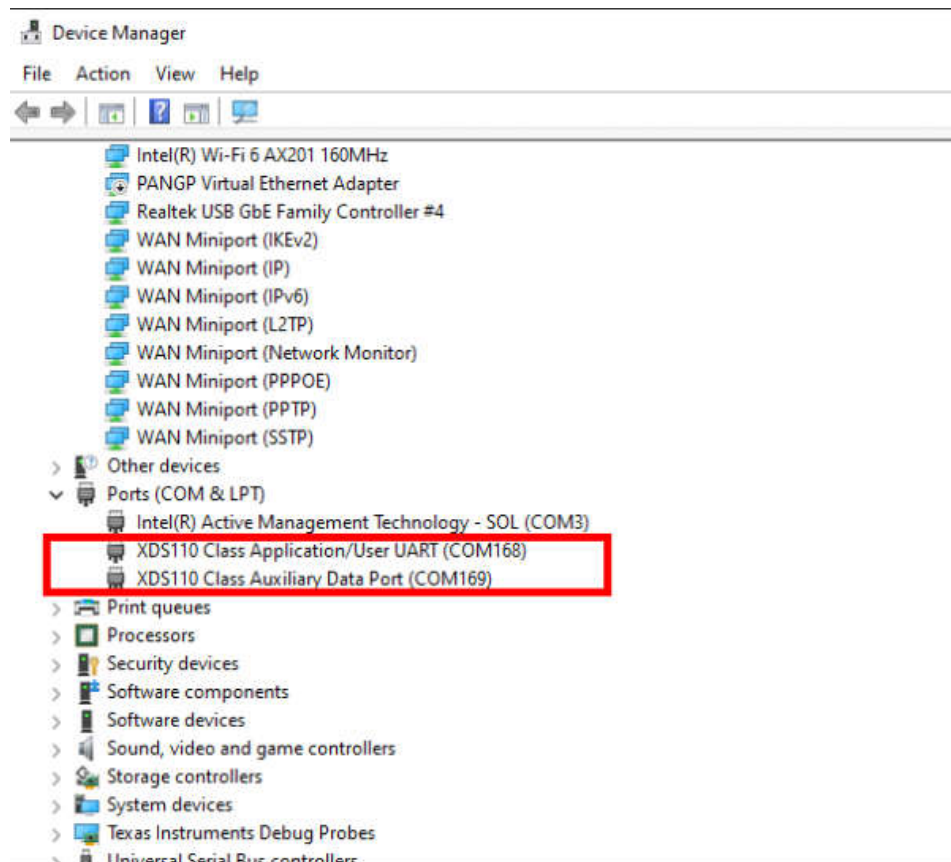

図 4-1. AM26x UART ポート保護
- ポート: COM#### (クラス アプリケーション、ユーザー UART、図 4-1 から)